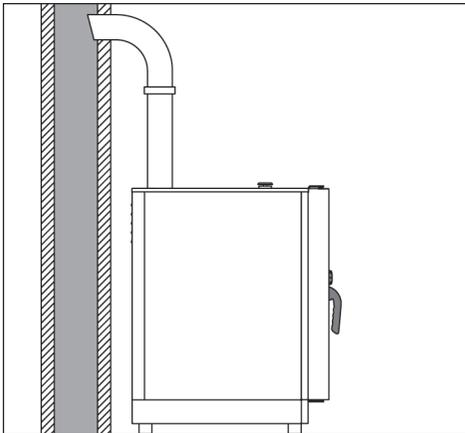

Fig. 12
- Mediante conexión a un conducto natural, como una chimenea de humos de tiro natural de eficiencia segura para evacuar los productos de la combustión directamente al exterior (**Fig. 12**). El proseguimiento se produce hacia el exterior o en una chimenea mediante el distribuidor. Esta intervención debe garantizar que la evacuación de los humos no se vea obstaculizada por obstrucciones y/o por la excesiva longitud del tubo de descarga (como máximo 3 m).